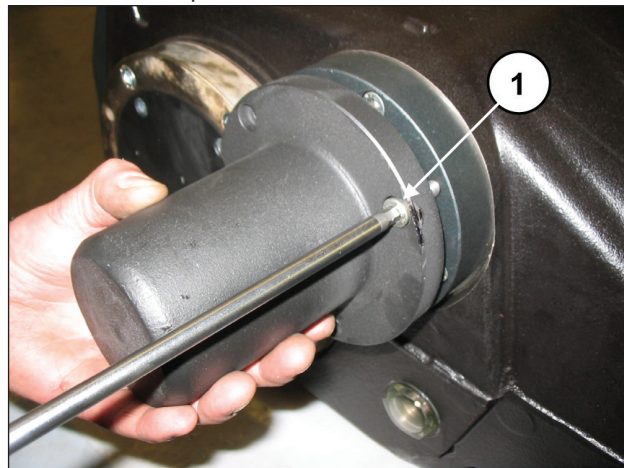

Fig. 104
Monter le couvercle sur l'extrémité de l'arbre et le fixer au carter à l'aide de 3 vis M8x20 (rep. ①, Fig. 104). Serrer les vis à l'aide d'une clé dynamométrique, en suivant les indications du chapitre 3.